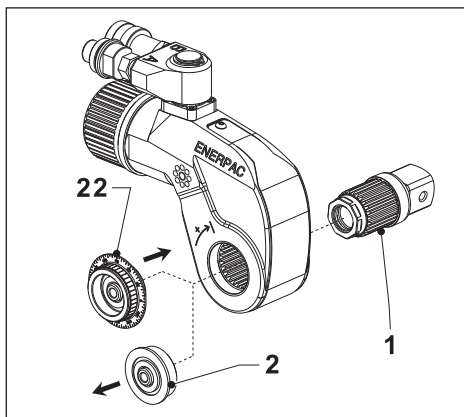

Fig. 13
4.3.5 Bruk av indikatoren for omdreiningsvinkel (Fig. 13, 14 og 15)